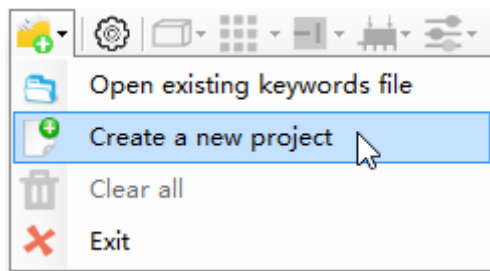

图 2 单击 Create a new project 操作程序截图
(1) 新建工程。单击工具栏上的 , 接着单击 **Create a new project**, 如图 2 所示。